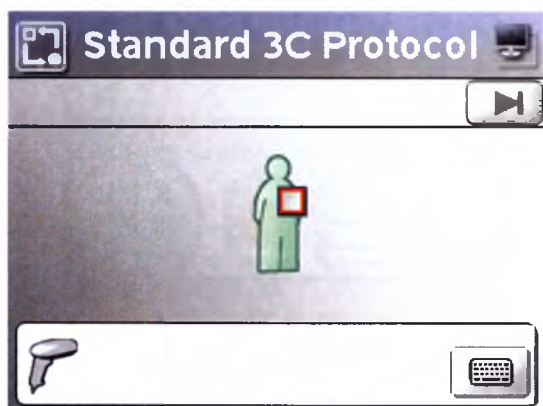
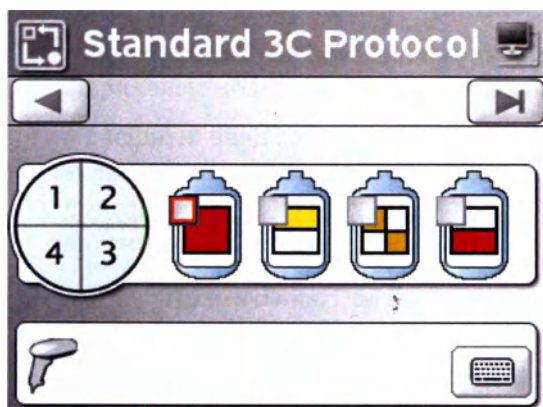

Рис. 3-5: Экран Ввод штрихового кода с запросом отсканировать ИН оператора
Рис. 3-6: Экран Ввод штрихового кода с запросом отсканировать мешок с цельной кровью
Рис. 3-5 и Рис. 3-6 изображают экран Ввод штрихового кода, с которого до начала процедуры можно либо отсканировать, либо вручную ввести такую информацию, как ИН оператора и прочие штриховые коды. См. Табл. 2-1, в которой приводится описание кнопок и значков, отображаемых на экране Ввод штрихового кода.
1. Чтобы открыть экран Ввод с клавиатуры, нажмите графическую кнопку **Клавиатура** на экране «Ввод штрихового кода» (см. Рис. 3-5).